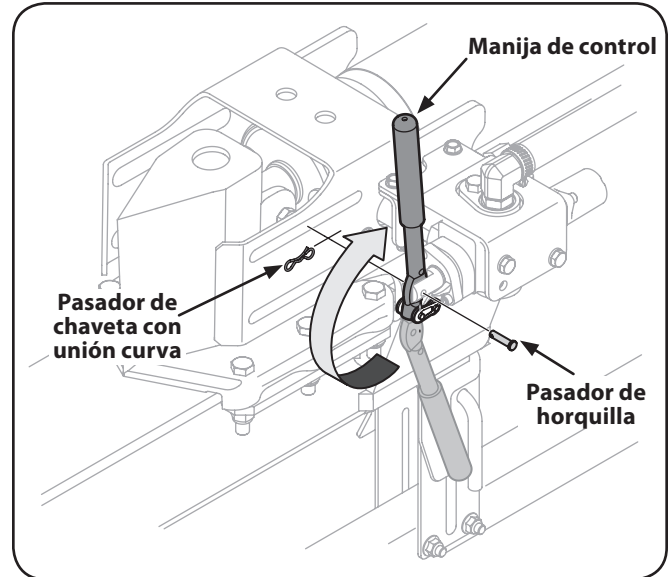

Figura 3-8
22. Extraiga el pasador de horquilla y el pasador de chaveta con unión curva de la manija de control. Vea la Figura 3-8.
23. Rote la manija de control hasta la posición de operación y sujétela con el pasador de horquilla y el pasador de chaveta con unión curva que se extrajo en el paso 1. Consulte la Figura 3-8.